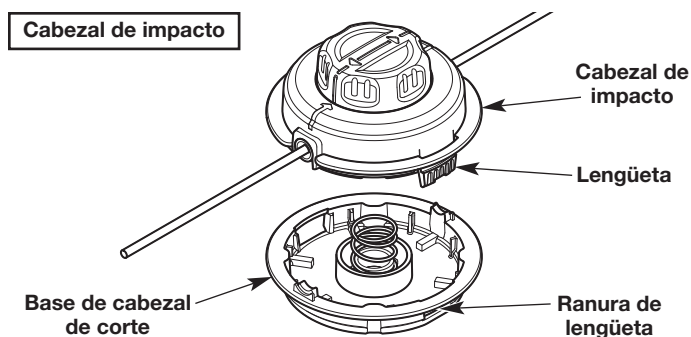

Fig. 6
2. Desconecte el cabezal de impacto de la base del cabezal de corte: Presione con firmeza una lengüeta del tapón del cabezal de impacto (Fig. 6). Utilice el pulgar para presionar la lengüeta. Si es necesario, utilice un destornillador de cabeza plana:
- c. Mientras sostiene el destornillador en el lugar, gírelo suavemente para destrabar la lengüeta del panel de las ranuras (Fig. 6).
3. Alinee las lengüetas del cabezal de impacto con las ranuras de las lengüetas de la base del cabezal de corte (Fig. 6). Empuje el cabezal de corte en la base del cabezal de corte hasta que ambas lengüetas entren a presión en su lugar.